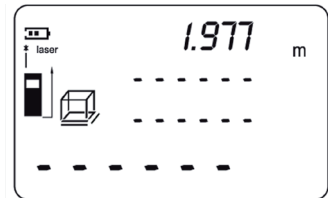

Abb. 12
4. Die Read-Taste betätigen, um die gemessene Länge in der ersten Zeile des Displays anzuzeigen. Die Zeile für die Breite im -Symbol beginnt zu blinken (Abb. 12).